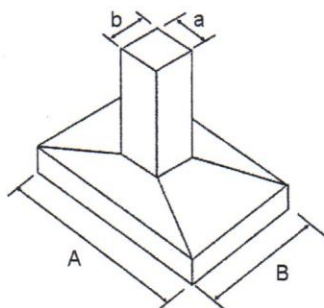

Figura 3.15 – Perspectiva de uma sapata isolada.
- » Sapata isolada: transmitem para o solo, através de sua base, as cargas provenientes de pilares. Se for de base quadrada, o comprimento será denominado "A" e a largura "B", sendo sua Área = $A \times B$ (Figura 3.15).